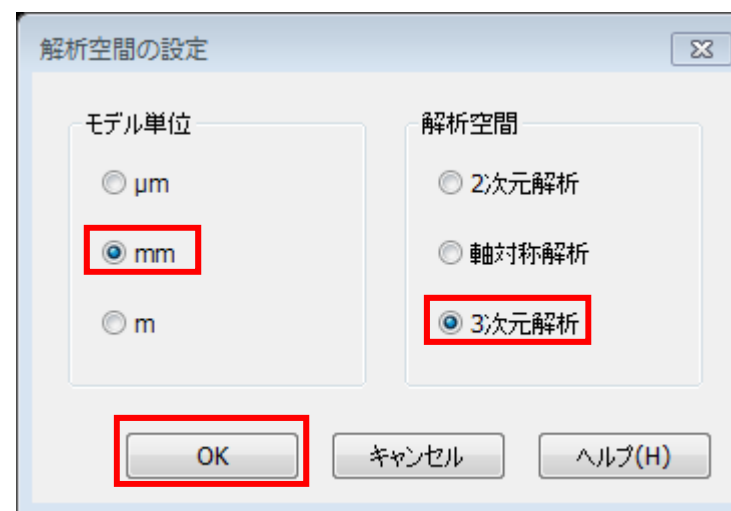

Fig. 3 [解析空間の設定]ダイアログ
2. **[解析空間の設定]**ダイアログが現れるので、**モデル単位 : mm**、**解析空間 : 3次元解析**となっていることを確認し、**[OK]**ボタンを押します (Fig. 3)。